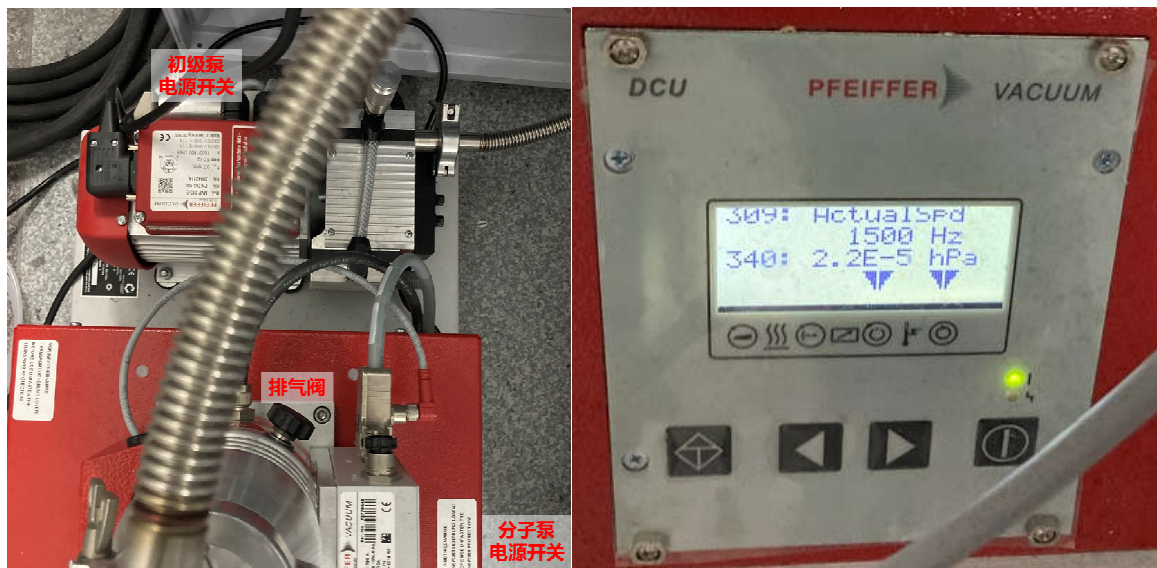

图 6-28 初级泵及分子泵
6.6.5.5 按分子泵  直到显示 309 actual speed，按  启动分子泵，分子泵转速将逐渐升至 1500 Hz（约需 10 min），最后真空度达到  $10^{-4}$  hPa，如图 6-28。